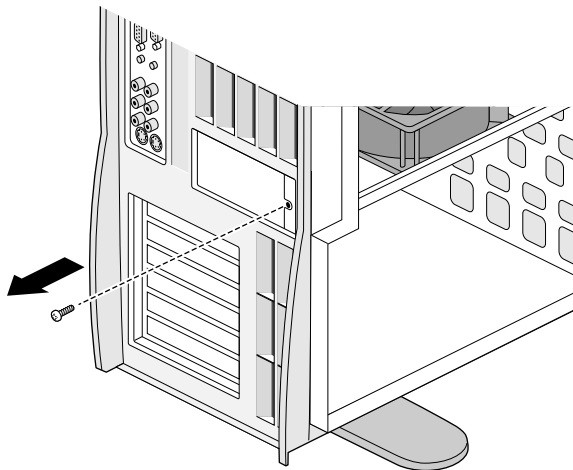

図 5-15 Silicon Graphics SD1100 カードブランクパネルの確認
5. システムの背面にある、SD1100I/O ブランクパネルの位置を確認します (図 5-15)。